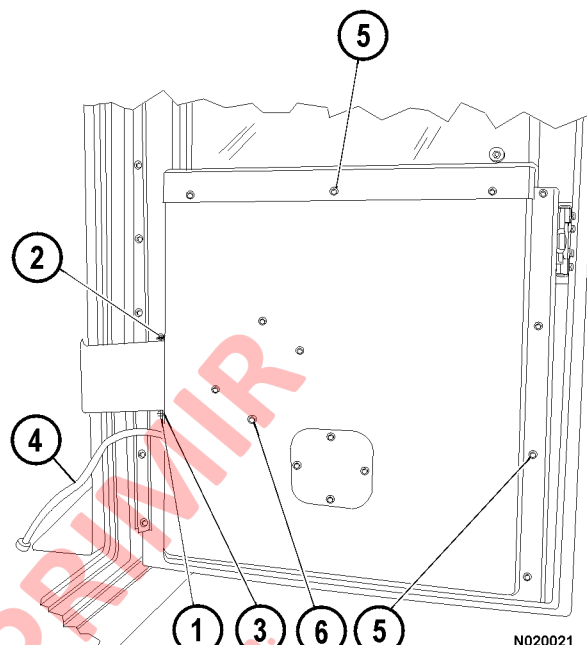

FIGURA 2-6.
- a. Saque el sujetador de horquilla (1, Figura 2-6) y el perno (2) de la banda de retención más cercana a la puerta.
- b. Saque los dos tornillos (3) que aseguran el soporte de la banda de la puerta a la puerta.
- c. Desconecte el arnés de cableado (4) del regulador de la ventana.
- e. Antes de sacar todos los tornillos de montaje del panel de la puerta, apoye el panel para evitar que el conjunto se caiga. Saque los 15 tornillos de montaje (5).
1. Saque el sujetador de horquilla (1, Figura 2-6) y el pasador de correa (2) de la banda de retención de la puerta (3).
23. Suba el panel interior de la puerta, el regulador y el vidrio hasta alinear los orificios de los tornillos en el panel con los del marco de la puerta. Instale los tornillos (5, Figura 2-6) que aseguran el panel al marco de la puerta.
24. Conecte el arnés del regulador (4) al piso de la cabina.
25. Alinee la abertura de la banda de retención de la puerta (3) con los orificios en el soporte e instale el pasador de correa (2). Instale el sujetador de horquilla (1).
4. Retire los cuatro tornillos de montaje del regulador de la ventana (6, Figura 2-6).